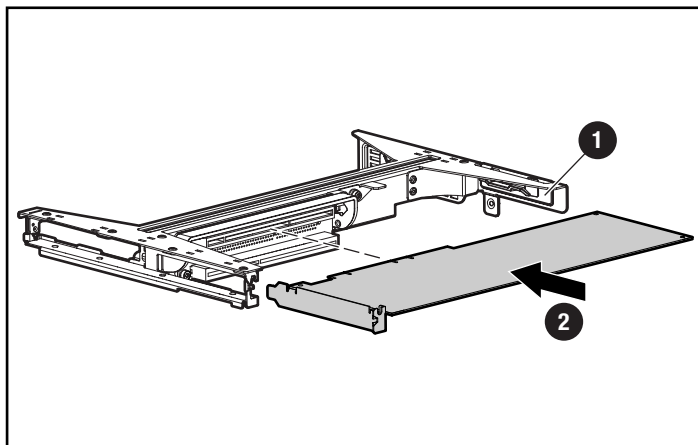

Figure 3-23. Insertion d'une carte d'extension dans le connecteur d'extension 2
8. Pour installer une carte d'extension dans le connecteur 2 (Figure 3-23) :
- a. Alignez la carte d'extension avec la marque de guidage du connecteur d'extension ❶.
- b. Faites glisser la carte d'extension dans le connecteur et assurez-vous que la carte est bien mise en place ❷.